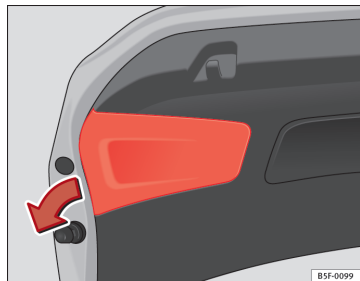

Fig. 146 Retrait du cache sur le hayon
- Retirez le cache du hayon dans le sens de la flèche ⇒ fig. 146.
- Remontez le cache du revêtement du hayon ⇒ fig. 146. ■